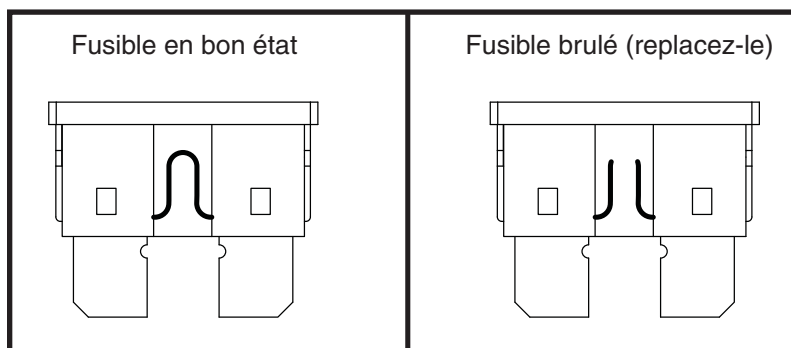

Figure 33. Le remplacement des fusibles
2. Examinez-le pour vérifier s’il est brûlé. **Voir la figure 33.**